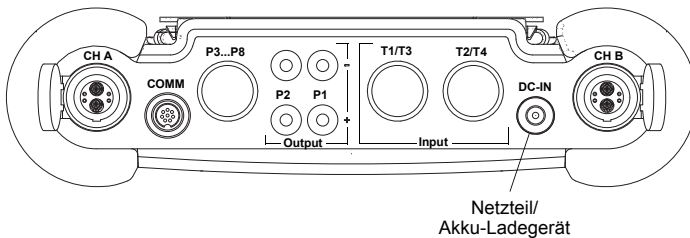

Abb. 6.7: Anschlüsse am Messumformer FLUXUS F601
Schließen Sie das Netzteil an den Messumformer an (siehe Abb. 6.7). Schalten Sie den Messumformer ein. Das Laden beginnt automatisch. Die LED "BATTERY" blinkt während des Ladens grün. Die max. Ladezeit beträgt ca. 5 h.
- Schließen Sie das Netzteil an die Buchse auf der Oberseite des Messumformers an (siehe Abb. 6.7).